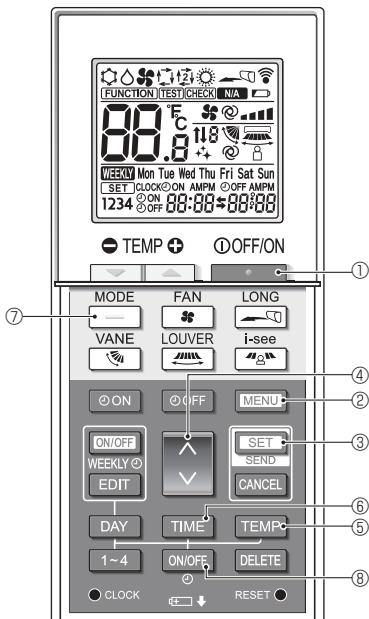

Fig. 7-9
- Відобразиться екран налаштування функцій, а функція А блиматиме. (Fig. 7-9)